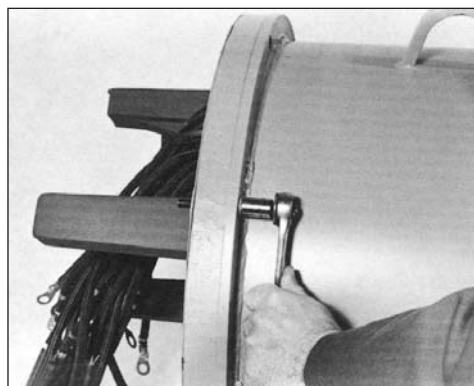

Figura 6-30
1. Remueva los tornillos montados en el soporte del frente (figura 6-30).